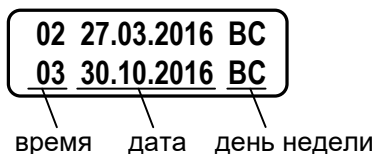

Рис.10. Вид окна дат перевода на «зимнее» и «летнее» время.
6.2.2.3. Даты автоматического перехода на «зимнее» и «летнее» время в текущем году можно определить, выбрав в меню **ИНФ** пункт **Летн./зимн. время в году** и дважды нажав кнопку . На экране ТВ будут отображаться информация, показанная на рис.10.